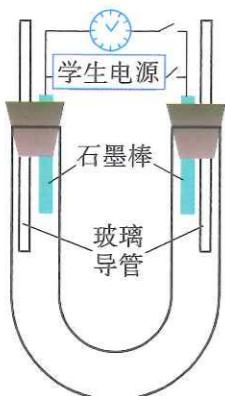

图 1-18 燃料电池装置图
(3) 取出橡胶塞, 往U形管中注入适量 $6\text{ mol}\cdot\text{L}^{-1}$ 稀硫酸, 以接近橡胶塞底部刚才所标记的位置为宜。
(4) 塞紧橡胶塞, 接通学生电源, 当一端玻璃导管内的液柱接近溢出时, 切断学生电源。
(5) 取出时钟内的干电池, 将导线与时钟的正、负极相连, 观察时钟指针(图1-18)。